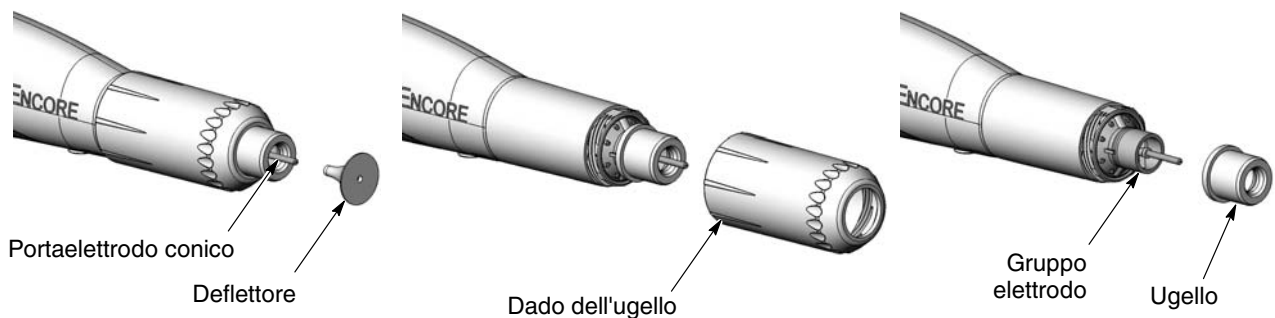

Figura 4-8 Sostituzione di un ugello conico
2. Vedi figura 4-8. Rimuovere con cautela il deflettore dal gruppo elettrodo. Se si cambia solo il deflettore, montare quello nuovo sul gruppo elettrodo facendo attenzione a non piegare il filo dell'elettrodo.